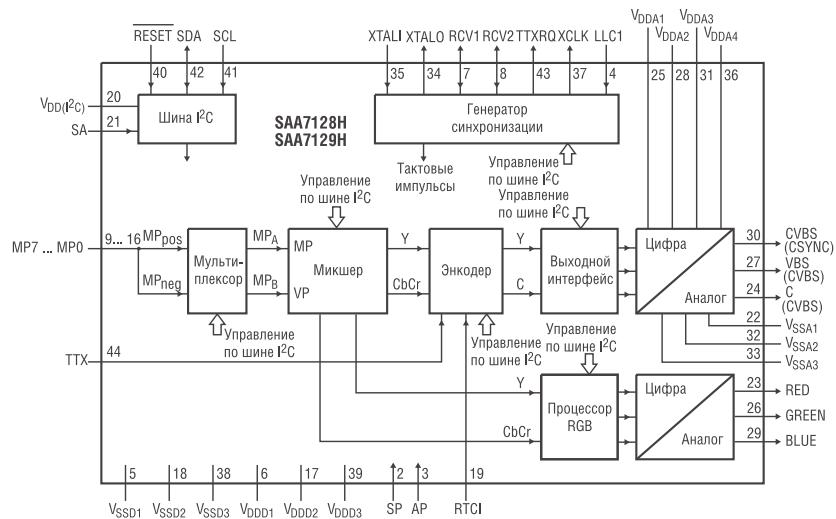

Рис. 3. Структурная схема микросхем SAA7128/SAA7129
- четыре ЦАП – для CVBS (или опционально CSYNC для центрирования изображения на дисплее и VBS), для R (Cr,C), для G(Y,VBS) и для B (Cb,CVBS) с разрешающей способностью 9 бит для сигналов R(Cr), G(Y) и B(Cb) и 10 бит – для всех остальных сигналов;
Еще некоторыми дополнительными функциональными возможностями обладает пара SAA7128/SAA7129 (рис. 3). Имея практически ту же структуру, что и у пары SAA7126/SAA7127, микросхемы SAA7128/SAA7129 располагают не четырьмя, а шестью ЦАП, из которых три 10-битовых используются для формирования CVBS (опционально CSYNC), VBS(CVBS) и C(CVBS), а три 9-битовых – для сигналов R(оpционально Cr), G(Y) и B(Cb); кроме того, помимо формирования сигнала CVBS с поднесущей PAL/NTSC, они обеспечивают формирование CVBS SECAM.